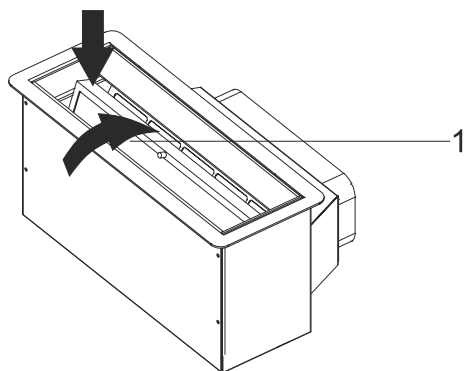

Fig. 5: Påmontering av fettfilter
10. ➤ Efter rengöring av fettfiltret, sätt tillbaka det i behållaren (Fig. 5).
11. ➤ Sätt tillbaka fettfiltret i behållaren enligt de två pilarna (Fig. 5).